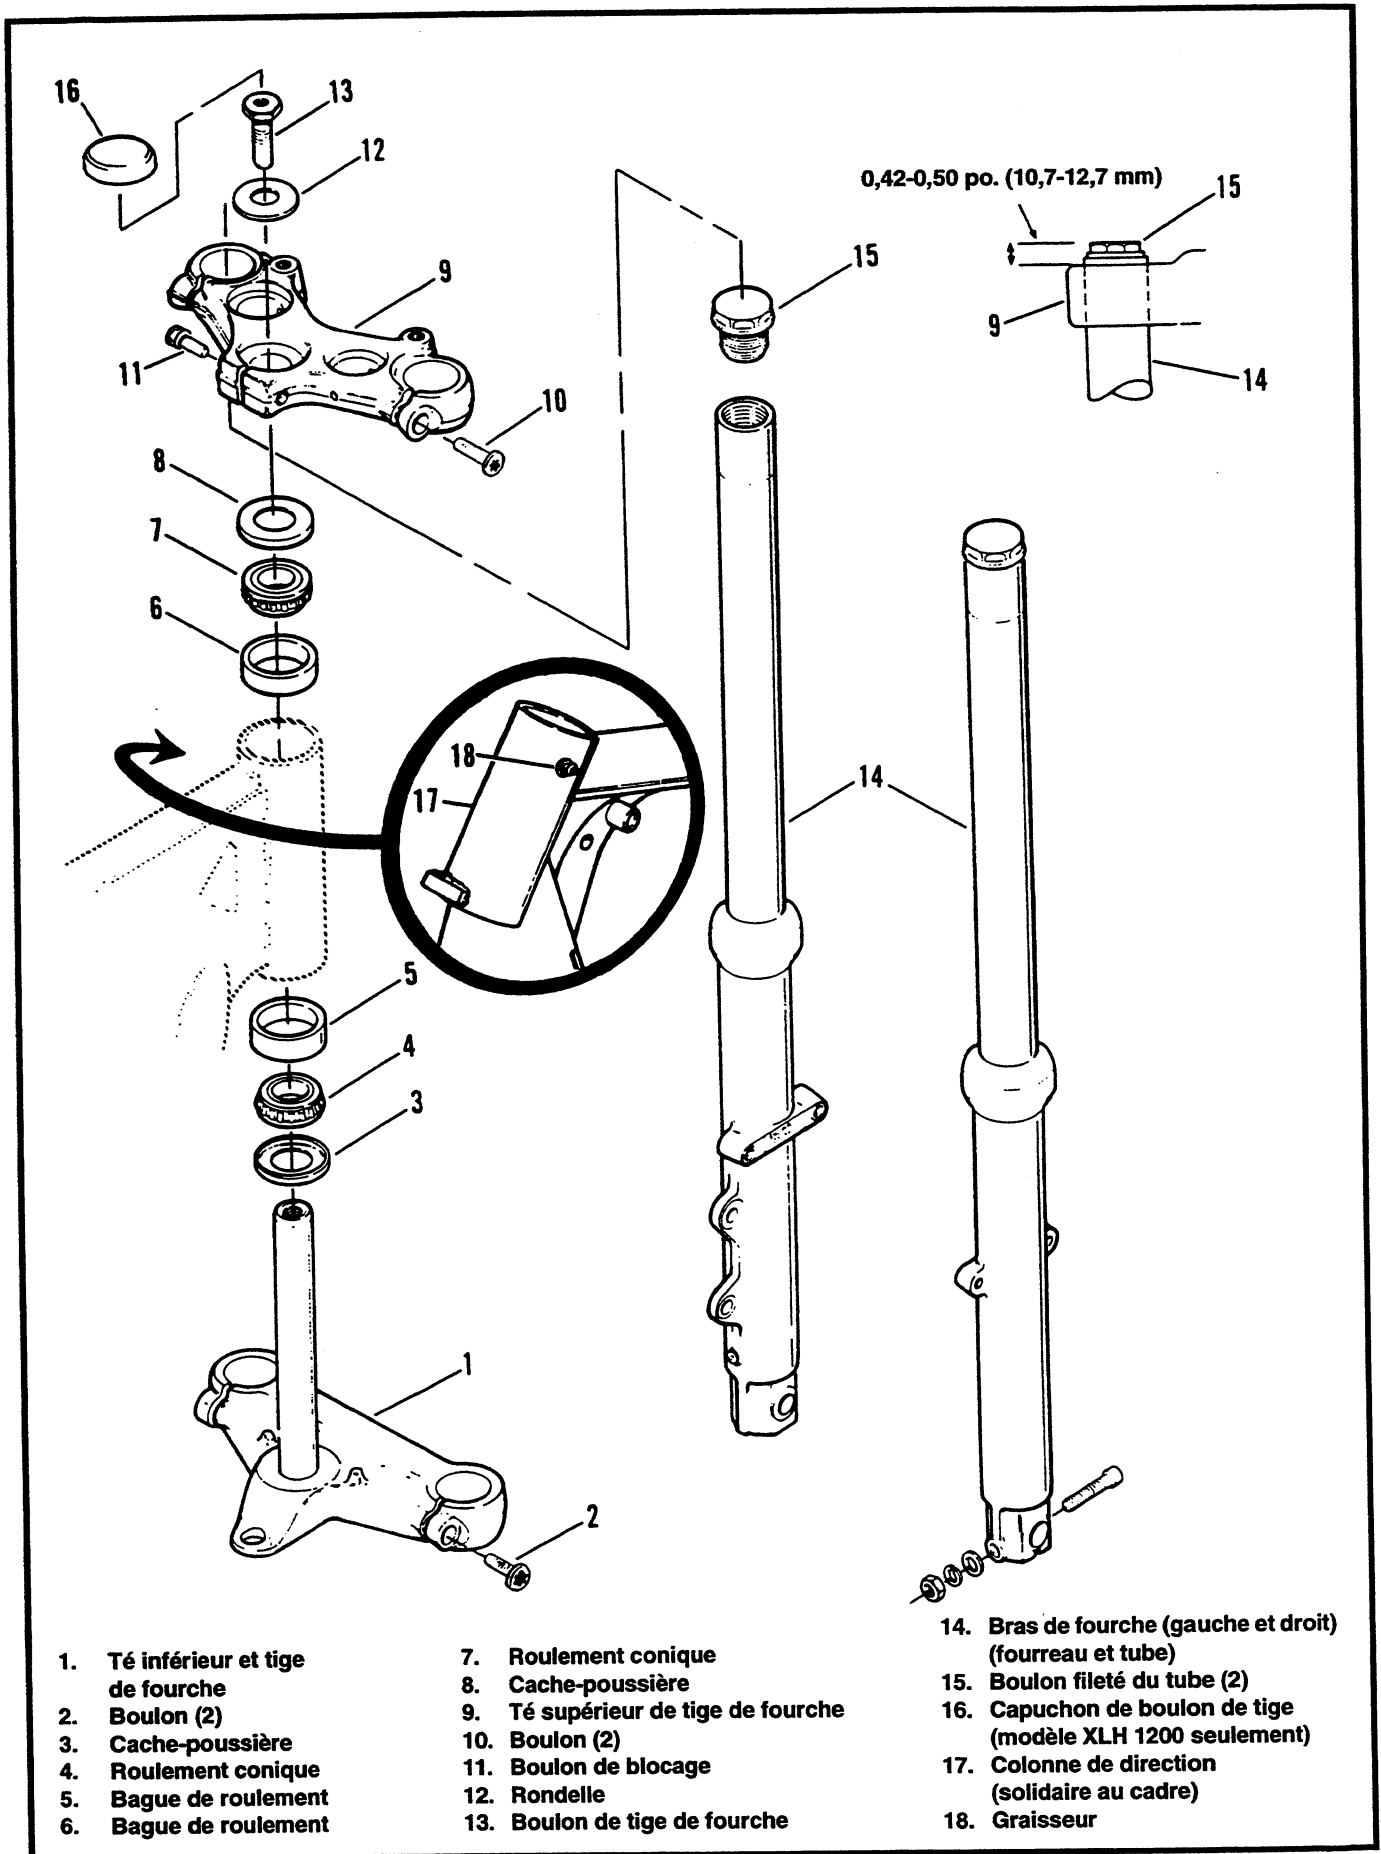

Figure 2-42. Montage de la colonne de direction
3. Voir Figure 2-42. Desserrez les vis de blocage (10 et 2) des tés de fourche inférieur et supérieur.
4. Faites glisser les bras de fourche (14) vers le bas pour les dégager des tés de fourche (9 et 1).
1. Voir Figure 2-42. Introduisez les bras de fourche (14) dans le té inférieur (1) et dans le té supérieur (9). Tirez sur les tubes de fourche pour que l'extrémité de chaque boulon de tube (15) dépasse de 0,42-0,50 (10,7 à 12,7 mm) du haut du té supérieur de fourche.
REGLAGE (Figure 2-42)
LUBRIFICATION (Figure 2-42)
DEPOSE/DEMONTAGE (Figure 2-42)
NETTOYAGE, VERIFICATIONS, ET REPARATION (Figure 2-42)
MONTAGE/INSTALLATION (Figure 2-42)